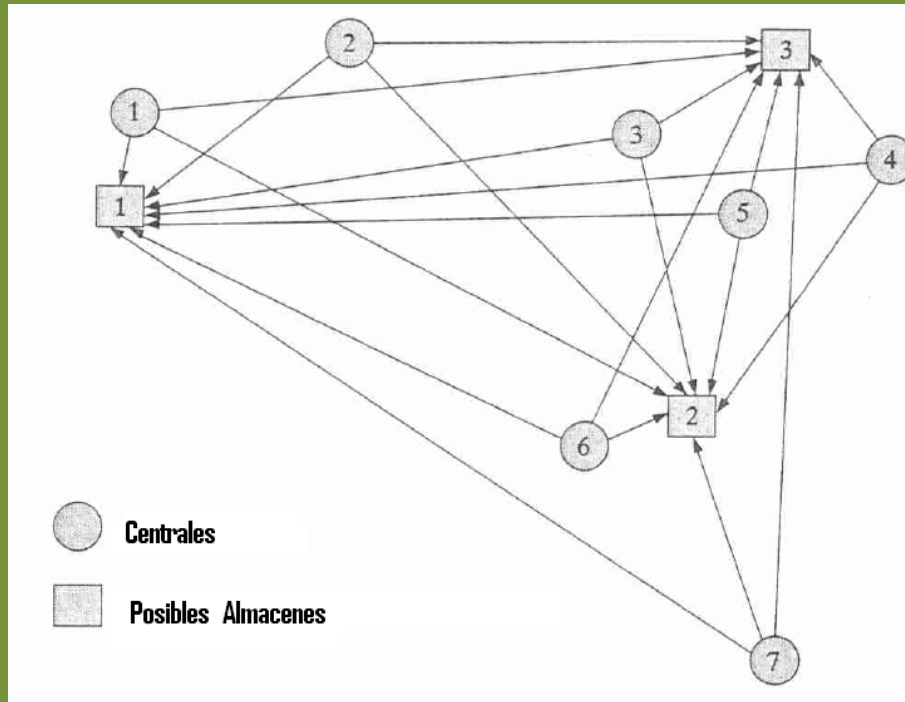

Figura 4.4: Centrales y posibles almacenes.
- En la Figura 4.4 tenemos representadas la *localización* de las siete centrales y las tres *posibles localizaciones* para los dos almacenes nucleares.